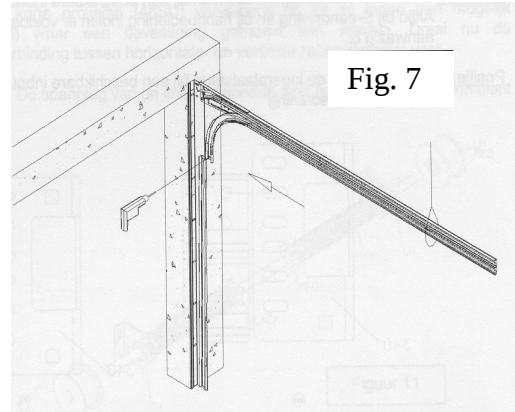
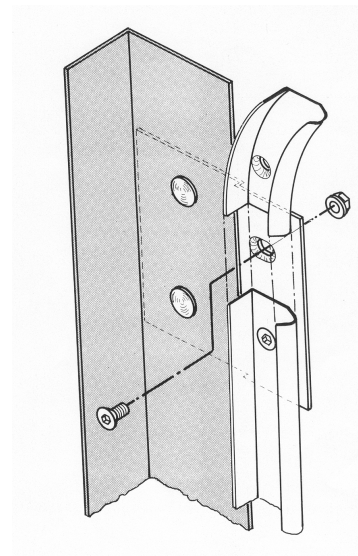

Fig. 7
Fig.8
2. Monteer vervolgens de horizontale looprails in de daarvoor voorziene gaten op het hoekkozijn met 6x bouten M6 met verzonken kruiskop Philips en 6x flensmoeren. (Fig.7 + Fig.8). Gebruik de aanslag van de hoeklijn om de positie goed te bepalen ; deze aanslag is voor een 38-40 mm dik paneel . Zorg ervoor dat de overgang tussen de looprail zo vlot mogelijk is.
4. Schuif vervolgens de horizontale looprails over de hoekkozijnen en monteer deze. Zorg ervoor dat het verticale hoekkozijn tussen de horizontale rail en de keerschijfplaat zit. Maak gebruik van de hiervoor voorziene gaten op de hoeklijn. Bevestig deze met 6x bouten M6 met verzonken kruiskop Philips en 6x flensmoeren (Fig.7 + Fig.8). Gebruik de aanslag van de hoeklijn om de positie goed te bepalen ; deze aanslag is voor een 38-40 mm dik paneel . Zorg ervoor dat de overgang tussen de looprail zo vlot mogelijk is. Zie figuur 9.